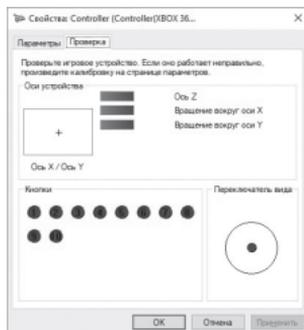

Fig. 8
- To check and configure in «XInput» mode, select «Properties» in the «Game devices» window, the «Properties: Controller (XBOX 36 ...)» window will pop-up (Fig.8). In the «Verification» tab, you can check the execution of commands when you press the buttons and rotate the joystick. To calibrate the joystick, select the «Settings» tab, click «Calibrate» and follow the instructions.